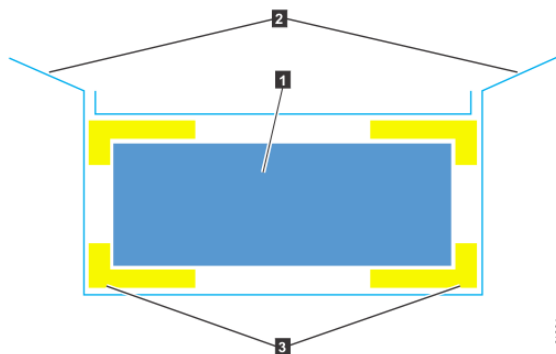

Figure 50. Matériaux d'emballage
3. Coupez les coins de la boîte d'expédition et pliez-les pour découvrir les côtés et les faces du boîtier d'extension, comme indiqué dans la Figure 50, à la page 54.